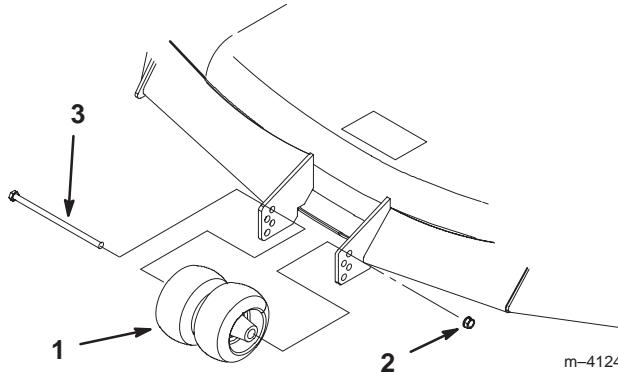

Figure 26
2. Lorsque la hauteur de coupe est réglée, enlevez le boulon et l'écrou (Fig. 26).
3. Choisissez le trou pour que la roue de jauge se trouve le plus près possible de la hauteur de coupe correspondante voulue (Fig. 26).
4. Remettez le boulon, les galets centraux et l'écrou (Fig. 26).